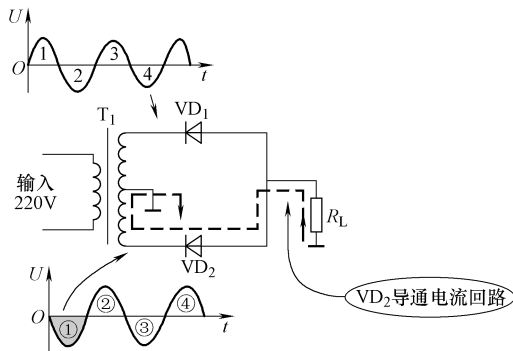

图 10-41  $VD_2$  导通电流回路示意图
1) 半周分析。当电源变压器  $T_1$  二次绕组上端输出正半周交流电压时, $VD_1$  截止。同时二次绕组下端输出大小相等的负半周交流电压,使  $VD_2$  导通,图 10-41 所示是  $VD_2$  导通电流回路示意图, $VD_2$  导通后的电流回路是:地线→负载电阻  $R_L$ →整流二极管  $VD_2$  正极→ $VD_2$  负极→二次绕组下端→二次抽头以下绕组→二次绕组抽头构成回路。